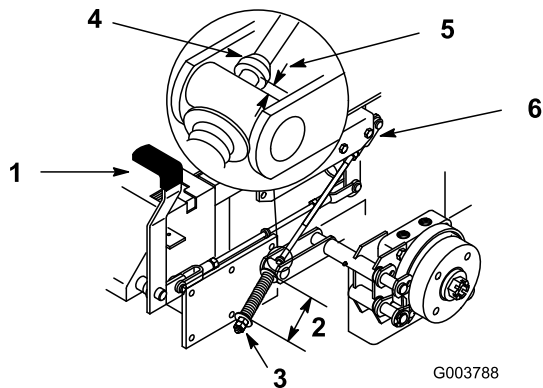

Figure 47
Les rondelles doivent être espacées de 70 mm (2-3/4 po) (Figure 47).
3. Si un réglage est requis, desserrez l'écrou de blocage situé sous le ressort et serrez l'écrou directement au-dessous de la chape (Figure 47). Modifiez le serrage de l'écrou jusqu'à ce que le ressort ait la longueur voulue. Serrez les deux écrous ensemble et répétez la procédure de l'autre côté de la machine.
Elle doit être comprise entre 5 et 7 mm (3/16-1/4 po) (Figure 47).
7. Si un réglage est requis, desserrez l'écrou de blocage situé juste au-dessous de la chape. Tournez la tige inférieure jusqu'à obtention de l'écart voulu (Figure 47). Serrez l'écrou de blocage à la chape.